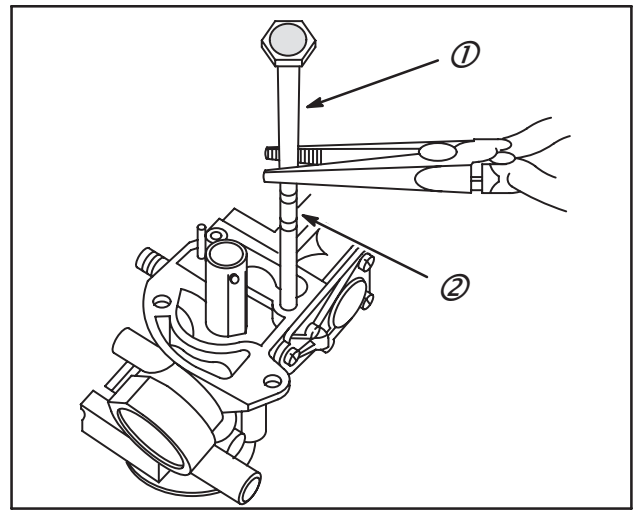

Fig. 68
1. Pour déposer le tube d'essence du tube en laiton, faire glisser le clip (2) sur le tube laiton (1).
3. Jeter le tube nylon et le clip, Fig. 68.